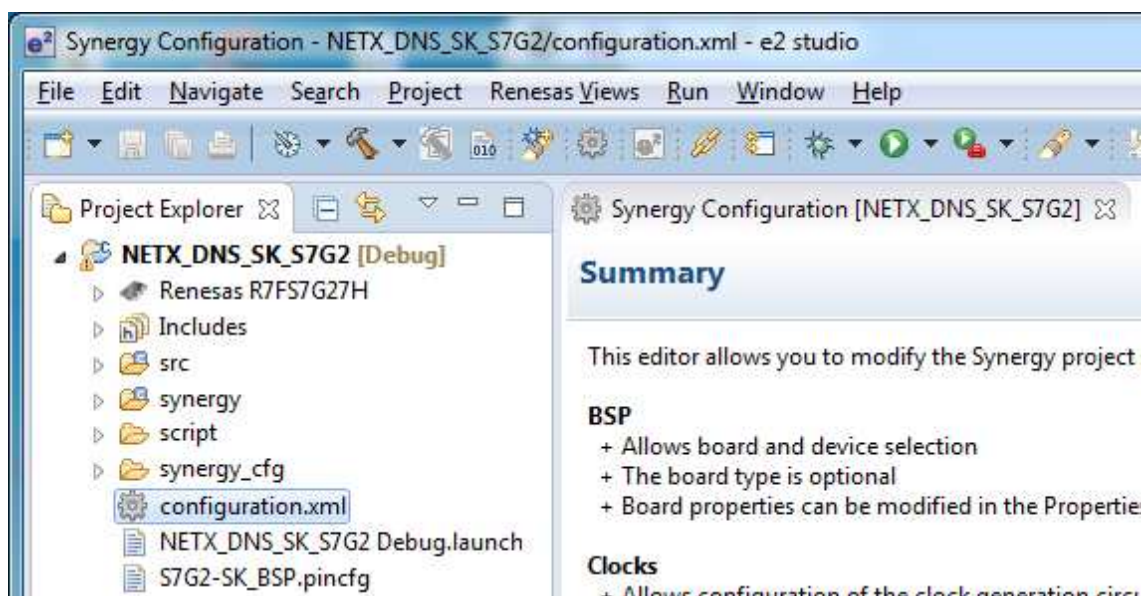

図 2.14 Synergy Configuration タブ
4. プロジェクトは、図 2.14 に示すようなフォルダ構成になります。